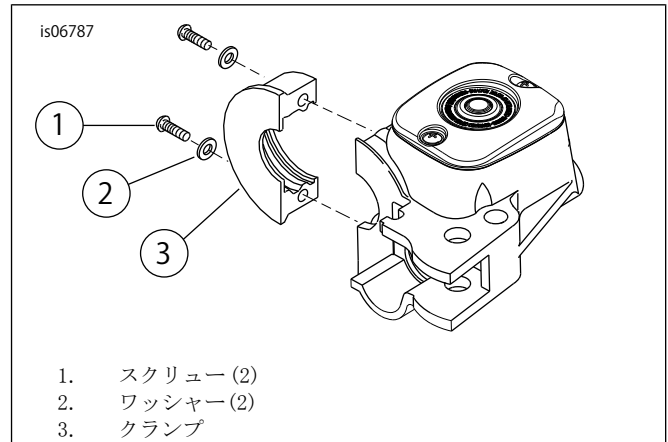

図1. クランプの取り外し
2. 「図1」を参照してください。スクリュー(1)、ワッシャー(2)、クランプ(3)を取り外します。